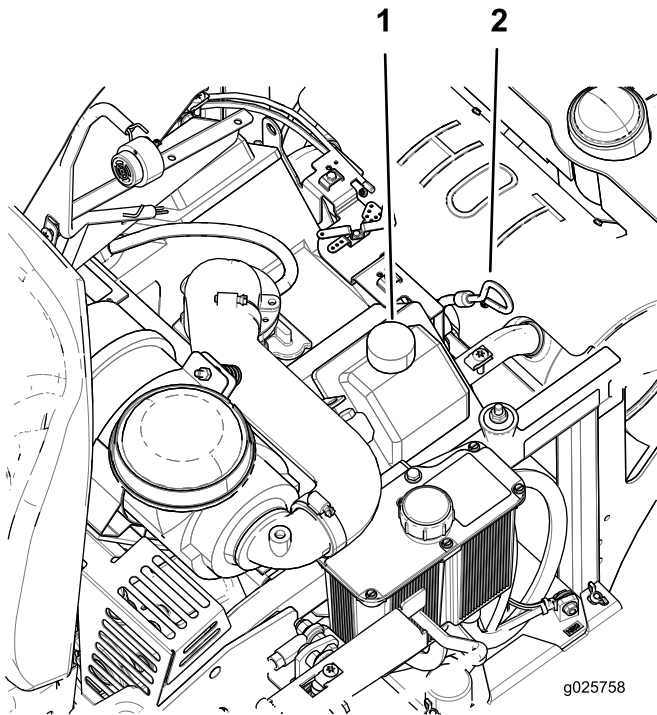

Figura 33
5. Limpie la zona alrededor de la varilla (Figura 33).
9. Si el nivel de aceite es bajo, limpie la zona alrededor del tapón de llenado, retire el tapón y añada aceite hasta que llegue a la marca LLENO (FULL) de la varilla (Figura 33). No llene demasiado.
4. Vierta lentamente un 80% aproximadamente del aceite especificado por el tubo de llenado, luego añada lentamente el resto del aceite hasta que llegue a la marca LLENO (FULL) de la varilla (Figura 33).
5. Arranque el motor y conduzca hasta una zona llana. Compruebe el nivel de aceite otra vez (Figura 33).